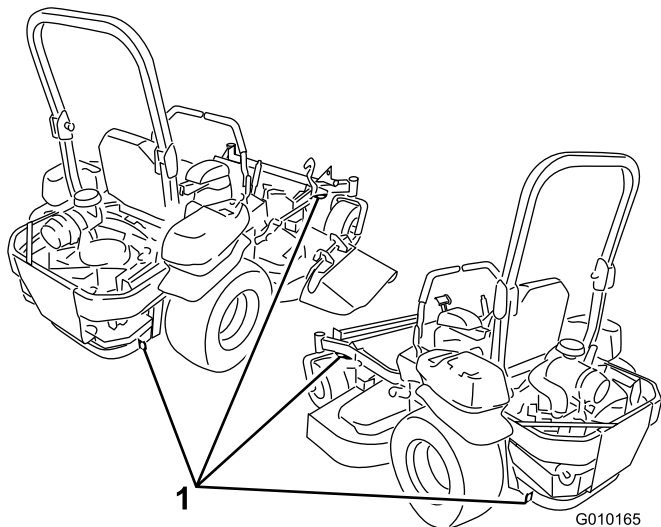

Bild 37
5. Befestigen Sie die Maschine mit den Metallbefestigungsschleifen und Riemen, Ketten, Kabel oder Seilen am Anhänger oder LKW (Bild 37).